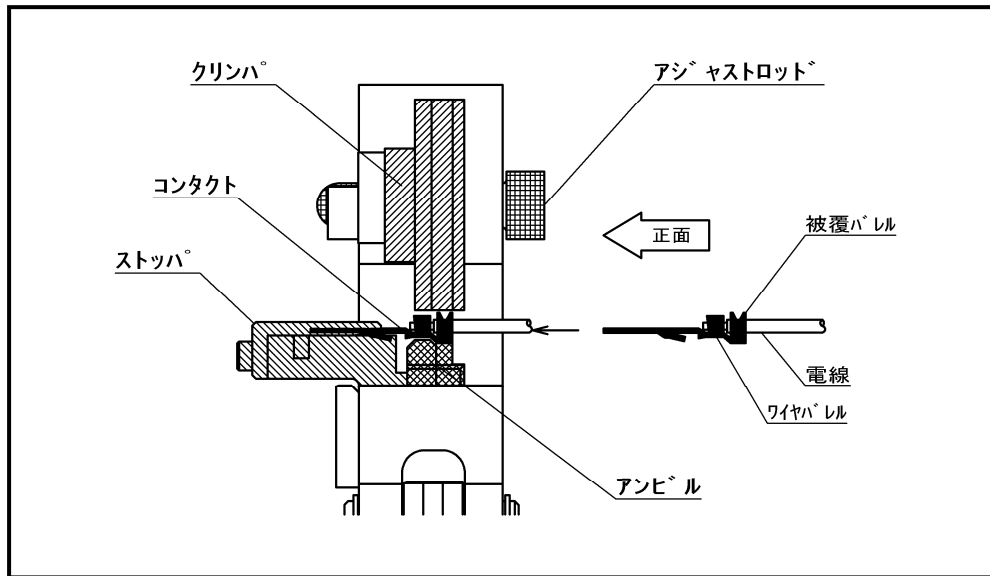

図3
- ① 本工具には最適な圧着が得られるよう、ハンドルにラチェット機構がついています。工具のハンドルを開くには、ラチェットが開放するまでハンドルを締め付けて下さい。工具はラチェットが一度かかると、アンビル、クリンパが完全に閉じない限り再び開きませんので御注意下さい。
- ② ラチェットを開放させ、ハンドルを開いた状態にします。
- ③ 図3のようにコンタクトをアンビルに設置します。その際にストッパに当たる位置までコンタクトを挿入し、端子のワイヤバレル、被覆バレルがクリンパに対し図3の位置にあるか確認します。
- ④ ハンドルを軽く閉じてアンビルを押し上げて端子を支えます。
- ⑤ 端子がアンビルとクリンパにより完全に支えられたら、被覆むきをした電線を図3のように工具の正面からワイヤバレル内に入れ、被覆が芯線用クリンパもしくはワイヤバレル後端に突き当たるまで挿入します。この時、芯線が揃っていませんと、挿入しにくいばかりでなく、挿入過程で被覆バレルやクリンパに引掛り、電線こぼれの原因ともなりますので、芯線はなるべく揃えてから挿入して下さい。
- ⑥ 電線をその位置に押さえたまま、ラチェットが開放するまでハンドルを一杯に閉じます。
- ⑦ 圧着が済んだら端子を取り出します。